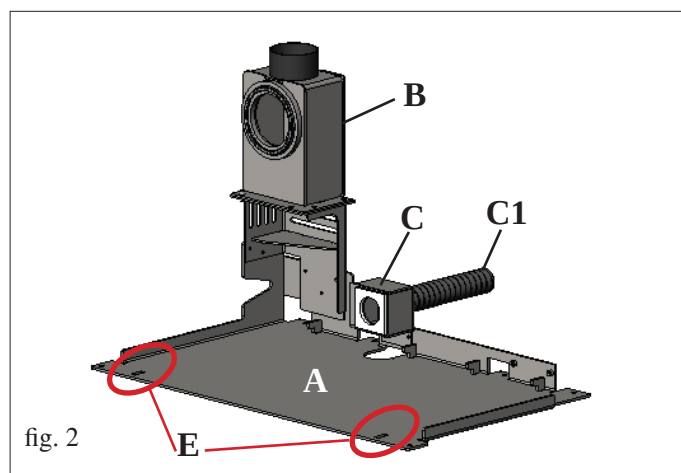
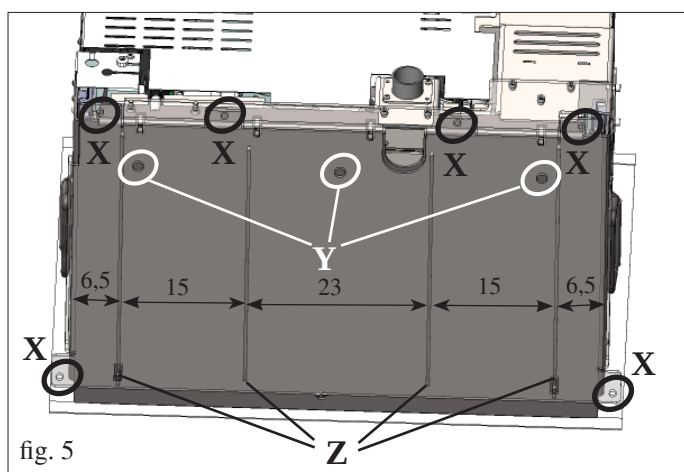
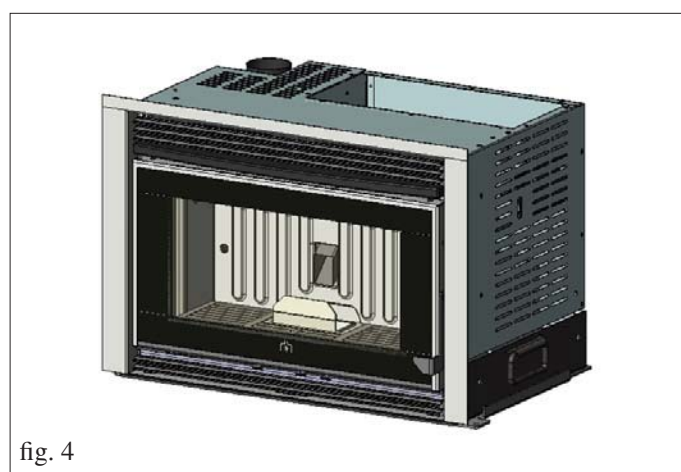

fig. 2
fig. 5
fig. 4
- Fijar la placa de base (A - fig. 2) a la base a través de los orificios colocados en el perímetro de la placa (X - fig. 5) mediante pernos.
Como alternativa, para la fijación de la placa descrita, se pueden utilizar los orificios existentes dentro de la misma placa de base (Y - fig. 5) mediante tornillos de cabeza cónica (la cabeza del tornillo no debe sobresalir de la placa de base más de 2 mm).
El cliente también puede realizar otros orificios con cuidado de no hacerlo en correspondencia de las guías (Z - fig. 5)
- Volver a colocar la inserción (fig. 4) deslizando por la placa de base (A - fig. 2) hasta el final de carrera (la inserción se deberá encajar en las dos anillas (E - fig. 2) presentes en la parte anterior de la placa de base (A - fig. 2), asegurándose de que el cable de alimentación no quede aplastado entre las dos placas.
- Abrir la puerta y levantar el tope de bloqueo de deslizamiento (F - fig. 5).